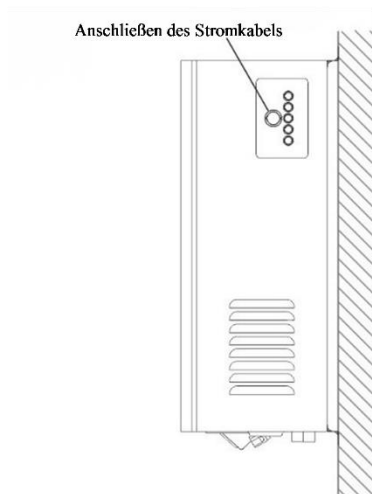

Abbildung 8. Lage des Kabelauslassfeldes
B) Schließen Sie das Netzkabel an (Abbildung 8)